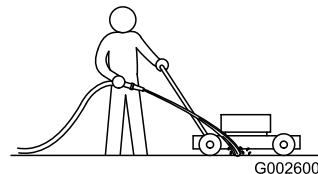

Figura 48
1. Collocate il tosaerba su una superficie piana pavimentata, con il motore acceso, e spruzzate un getto d'acqua davanti alla ruota **destra** posteriore (Figura 48).